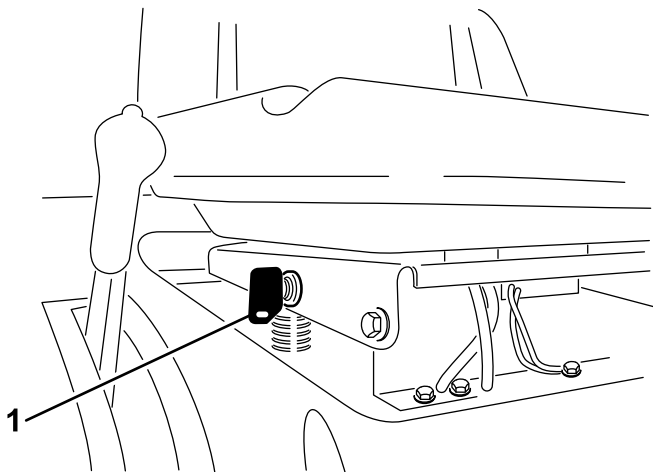

Figura 14
Se dovete utilizzare il comando delle lame (PDF) durante la retromarcia, escludete il microinterruttore di sicurezza agendo sull'interruttore KeyChoice, situato accanto alla staffa del sedile (Figura 14).
2. Inserite la chiave KeyChoice nell'interruttore (Figura 14).